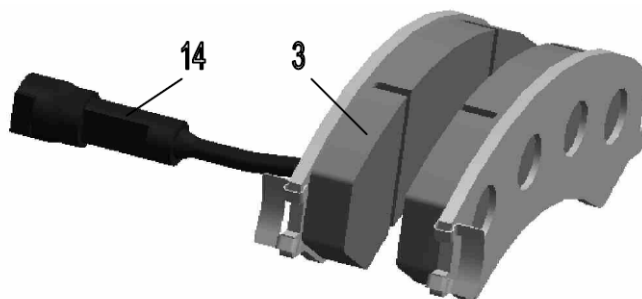

Рис. 2
- 2.1.1 отсоедините индикатор износа колодок (14) (рис.2)
- 2.1.6 установите новые пружинные зажимы (7) из ремонтного комплекта KNOTT на новые тормозные колодки (3 и 4), рис.2